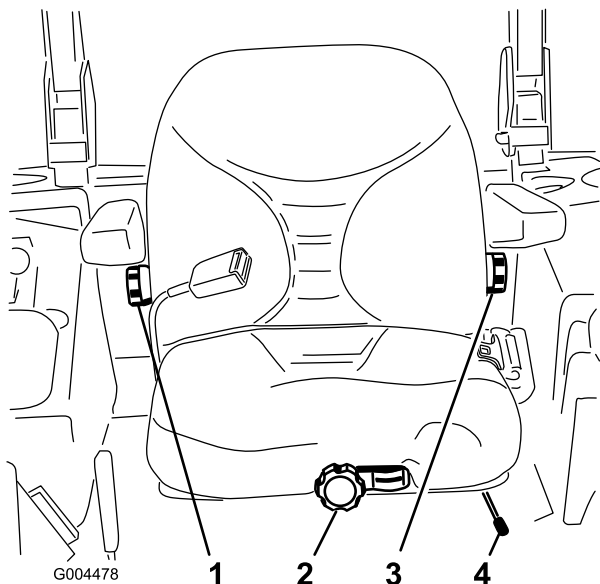

Figura 23
1. Para ajustar, desloque a alavanca para o lado e desbloqueie o banco (Figura 23).
Sem estar sentado no banco, rode o botão da frente numa das direcções para proporcionar o máximo conforto (Figura 23).
Para ajustar, rode o botão, sob o descanso do braço direito, numa das direcções para proporcionar o máximo conforto (Figura 23).
Para ajustar, rode o botão, sob o descanso do braço esquerdo, numa das direcções para proporcionar o máximo conforto (Figura 23).